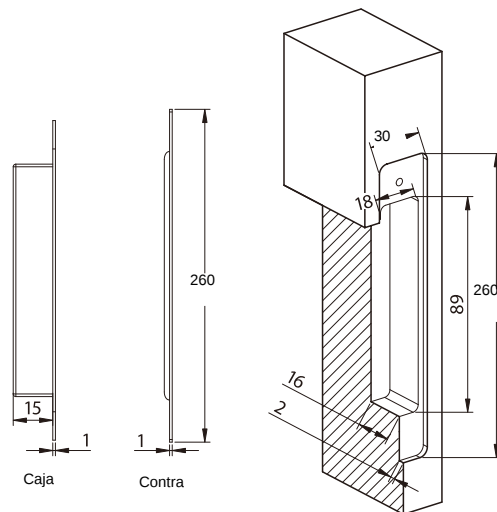

Fig.2
1. Corte el rebaje de la caja como se muestra (Fig. 2 y Fig. 3): profundidad 15 mm, longitud 126 mm.
2. La contra mide 23 mm de ancho  $\times$  127 mm de largo (Fig. 2).